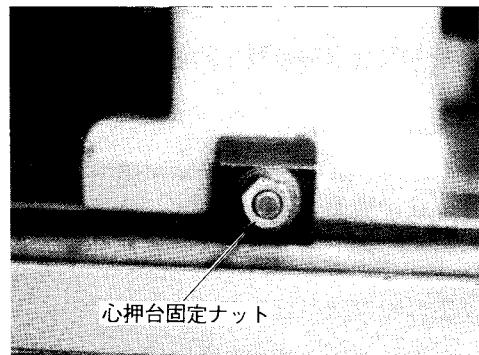

図2-20
(4) センタ間距離を調整する。
- ① 心押台固定ナット（図2-20）をゆるめ、心押台を所定の位置に動かす。